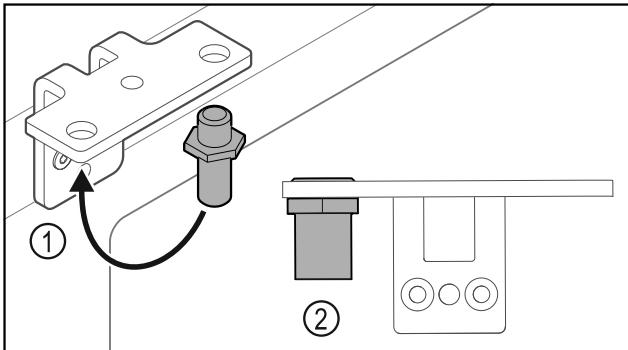

Fig. 28
- Prestavite sornik v kotniku tečajev vrat Fig. 28 (1).
- Sornike Fig. 28 (2) zategnite z **zateznim momentom 12 Nm**.